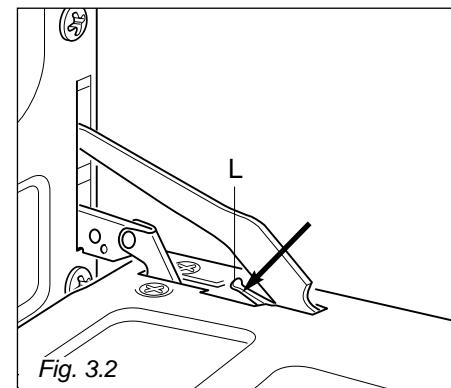

Fig. 3.2
- Pousser vers le bas le levier "L" fig. 3.2 et, tout en le maintenant dans cette position, fermer lentement la porte de façon à bloquer la charnière.